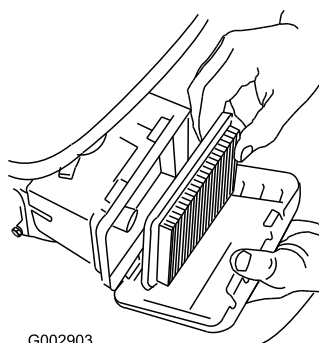

Рисунок 37
3. Извлеките воздушный фильтр (Рисунок 37).